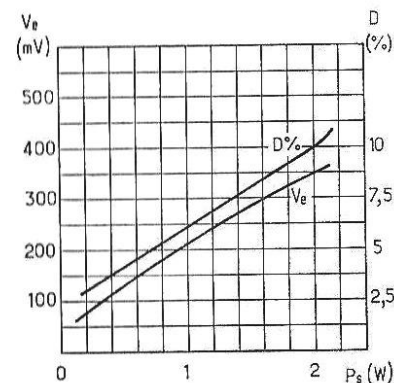

Fig. 3. — Tension d'entrée et distorsion en fonction de la puissance de sortie.
- Courbe de réponse (fig. 3) : de 30 Hz à 30 kHz à ± 1 dB.